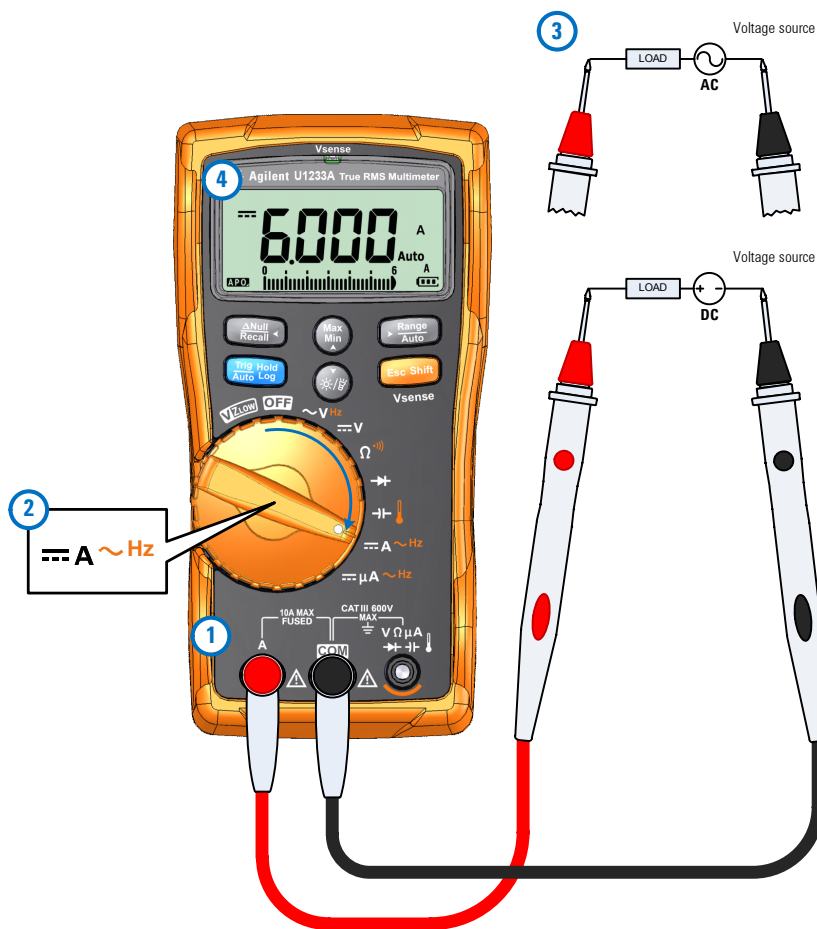
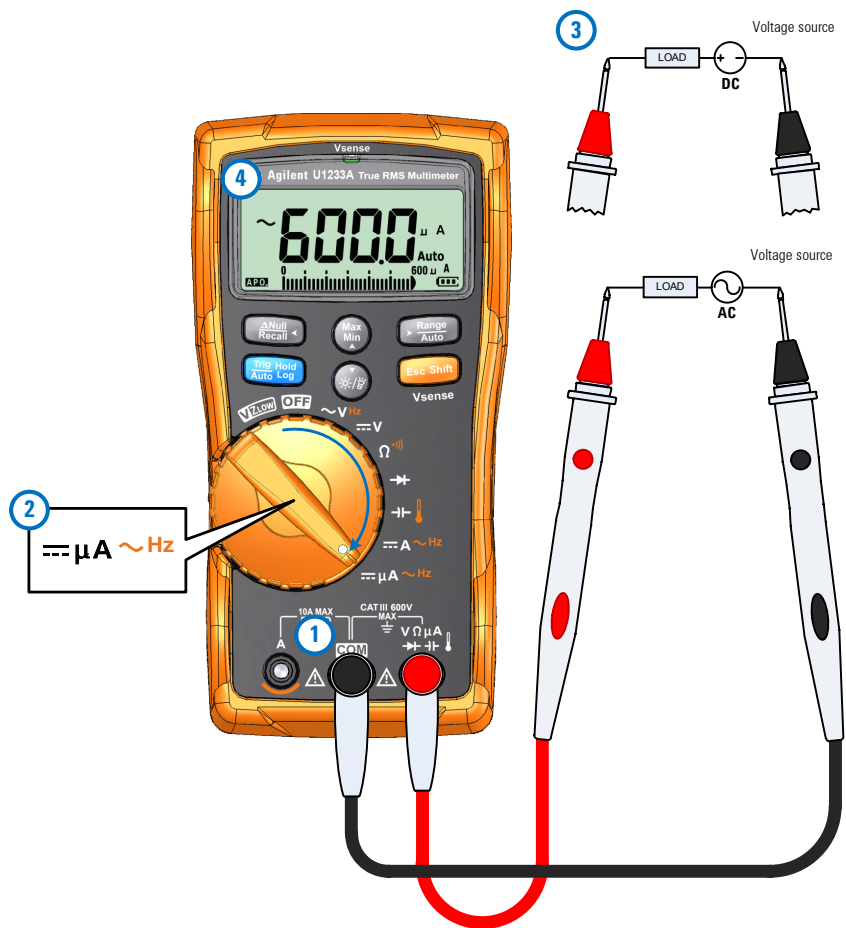

Figura 2-24 Medir corrente CC/CA (até A)
Figura 2-25 Medir corrente CA/CC (até μA)
Configure o multímetro para medir a corrente CA ou CC como mostrado na Figura 2-24 e na Figura 2-25. Aplique as pontas de prova nos pontos de medida e leia o mostrador.
- 1 Configure o multímetro para fazer medições de μA como mostrado na Figura 2-25.